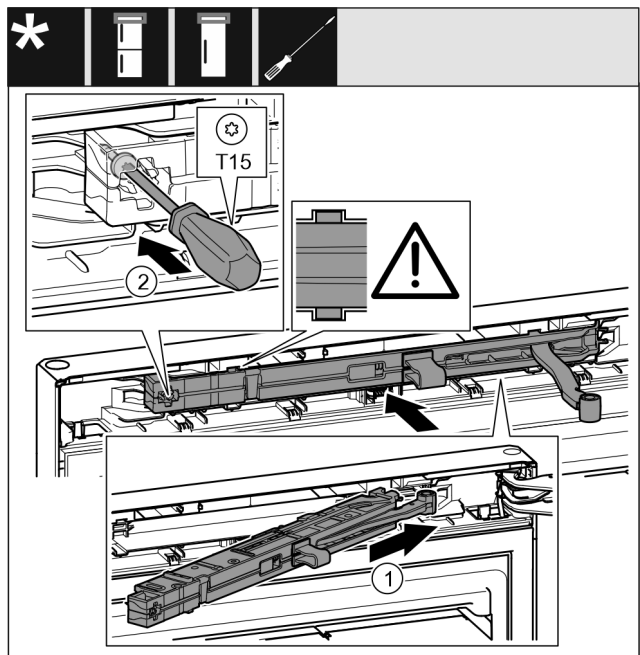

Fig. 49
- ▶ Tolja be fordén, ütközésig a záráscsillapító egységet a mélyedésbe a csapágybak felőli oldalra. Fig. 49 (1)
- ▶ Húzza meg a csavart egy T15 csavarhúzóval. Fig. 49 (2)